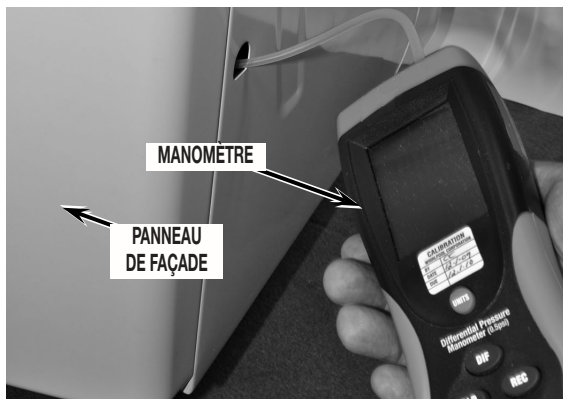

FIGURE 4
4. Mettre le manomètre en marche et régler le manomètre au zéro. Voir la Figure 4.